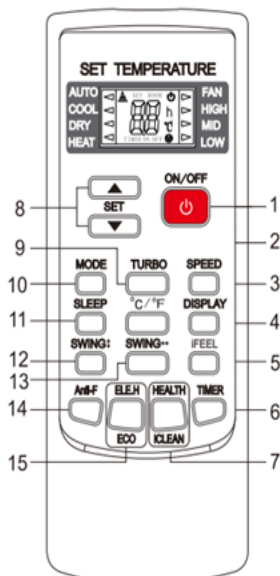

Рис. 2
• ИК-пульт дистанционного управления (рис.2)